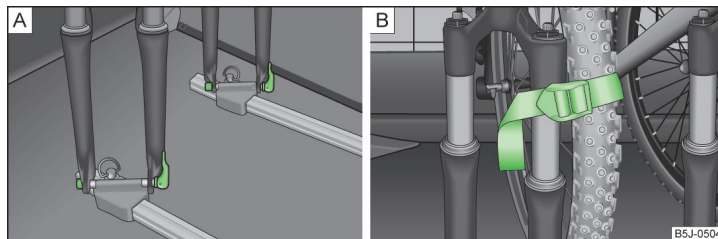

Fig. 75 Montar la bicicleta/ejemplo de fijación de la rueda delantera
- Coloque la horquilla de la bicicleta sobre el eje de fijación y apriétela mediante la sujeción rápida » fig. 75 - **[A]**.
- Es mejor colocar la rueda delantera desmontada entre la biela del pedal izquierdo y el marco de la bicicleta, y fijarla mediante una correa a la horquilla delantera » fig. 75 - **[B]** o bien a uno de los elementos de sujeción.